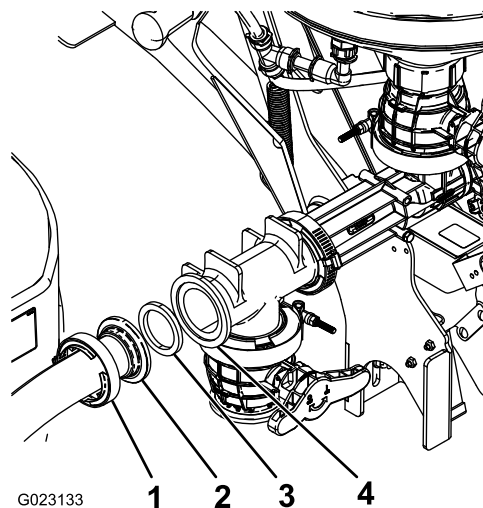

Figure 20
5. Fixez l'autre extrémité du flexible à l'orifice avant du mélangeur au moyen d'un joint et d'un collier à vis sans fin (Figure 20).